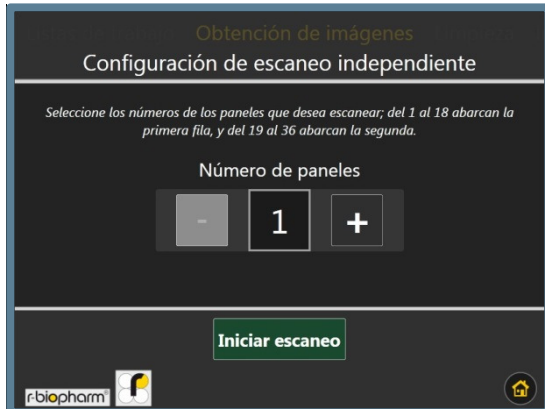

Figura 55
Una vez que el equipo haya terminado de remojar las líneas, aparecerá una nueva ventana emergente que solicitará al usuario cargar agua desionizada (DI) en el frasco de lavado, tal como se muestra en la Figura 55. En este punto, se espera que el usuario haga lo siguiente:
2. Llenar el frasco de lavado con agua desionizada (DI) y ajustar bien las tapas.